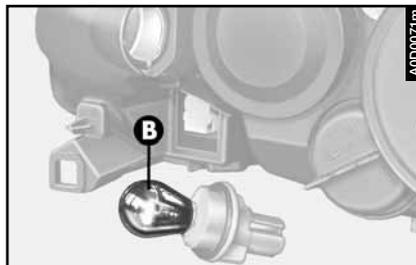

fig. 36
– Enlever l'ampoule (**B- fig. 36**) du porte ampoule, en la pressant légèrement et en la tournant dans les sens inverse des aiguilles.